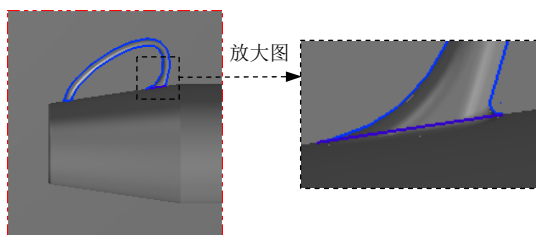

图 21.48 绘制边界 4
Step4. 绘制边界 4。具体操作参照 Step3, 结果如图 21.48 所示。